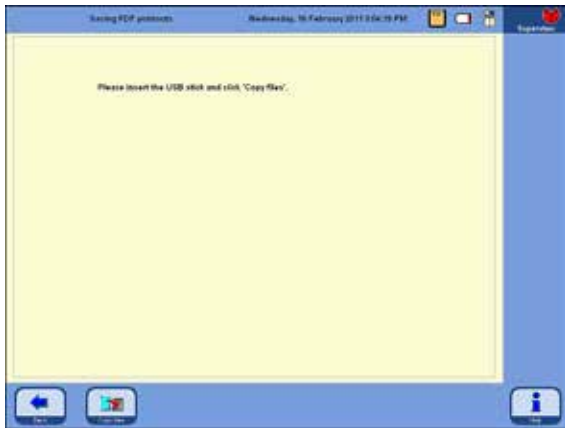

Рис. 121
- С помощью кнопок **ENTRIES** и **SAVE PDF PRINTOUTS** откройте окно **SAVING PDF PRINTOUTS** (рис. 121).